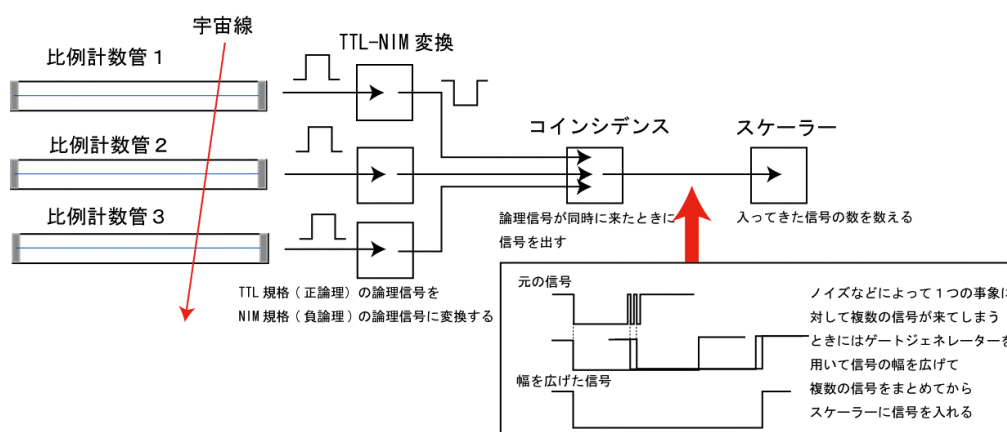

図 2.9 同時計測観測用の回路の概念図
2. 各比例計数管の論理信号を用いて同時計測のための回路を組み立てる。ここでは素粒子、原子核実験で一般的に用いられている NIM 規格のモジュールをいくつか用いて行うことにする。図 2.9 に示した回路を組み立てる。